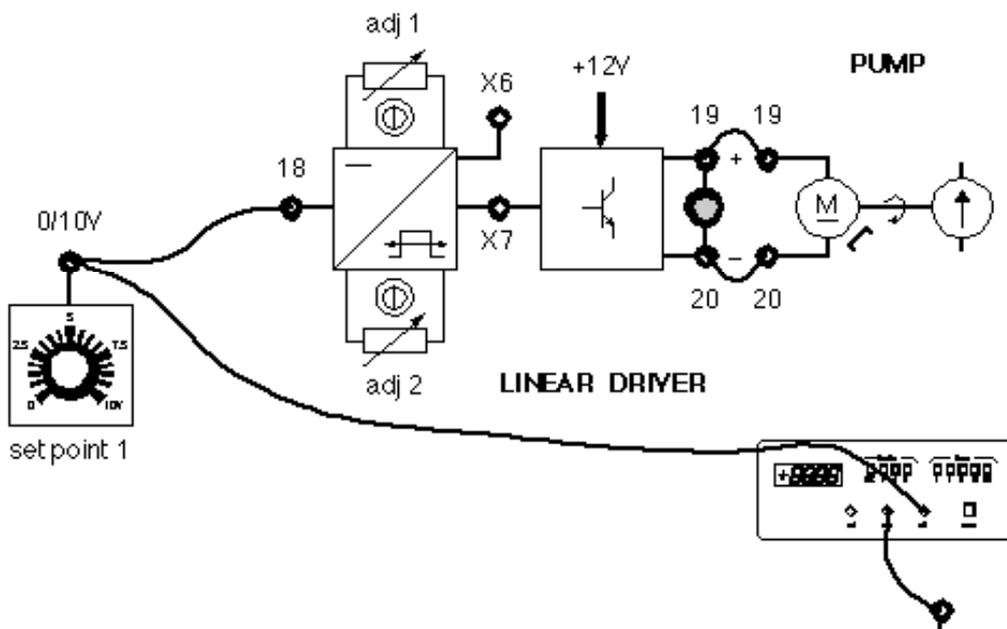

Fig. 2.4
- 14) Introducir un terminal del voltímetro digital, preparado en corriente continua, en el casquillo del SET POINT 1 y el otro en el casquillo de masa (ficha 2.1 fig. 2.4).